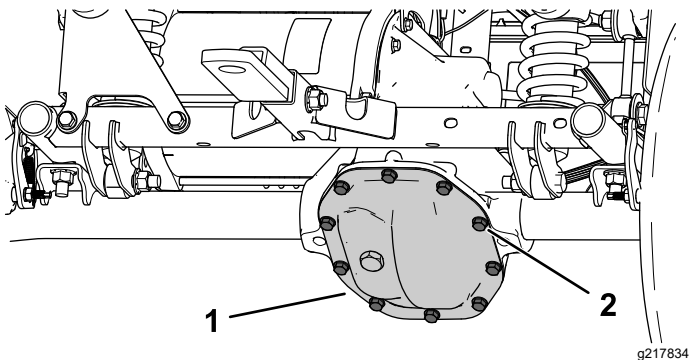

Bild 52
2. Entfernen Sie die Schrauben von der Getriebeabdeckung und lassen Sie die Flüssigkeit ganz ab (Bild 52).
1. Stellen Sie eine Auffangwanne unter die Getriebeabdeckung (Bild 52).